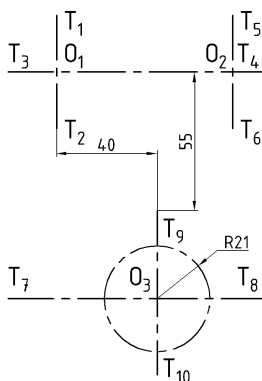

Рис. 84. Построение отрезка T_9T_{10}
4. Положение центра O_3 определяется через пересечение отрезков T_7T_8 и T_9T_{10} (рис. 84), для построения последнего необходимо выбрать команду *Отрезок* (*Line*):